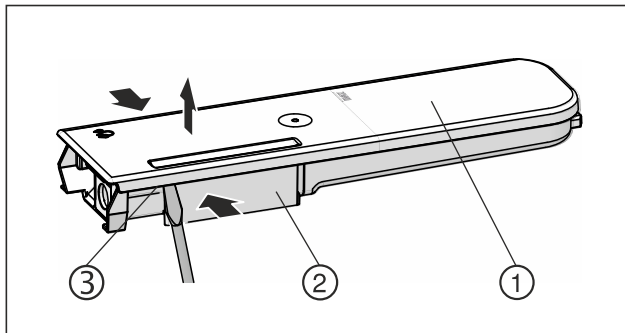

Fig. 151
- ▶ Stlačte nádrž na vodu Fig. 151 (2) k sobě a víko Fig. 151 (1) opatrně vypácte přes západky Fig. 151 (3) a vytáhněte nahoru.
- ▶ Víkem Fig. 151 (1) pohybuje lehce tam a zpět a sejměte jej nahoru.